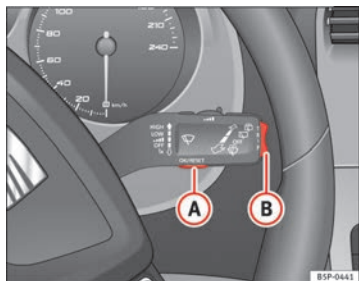
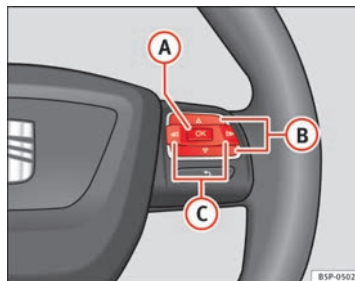

Fig. 45 Leva del tergicristallo: tasto A per la conferma del menu, tasto B per il passaggio ad un altro menu
Fig. 46 Comandi sul volante: tasto A per la conferma del menu, tasto B per il passaggio ad un altro menu
⇒ fig. 46 finché non appare sul display. In questo momento si è già nel menu.
- Per passare da una memoria all'altra, premere brevemente il tasto **[A]** ⇒ fig. 45 ⇒ pagina 70 ubicato sulla leva del tergicristallo oppure il tasto **[OK]** del volante multifunzione ⇒ fig. 46 ⇒ pagina 70 con il quadro acceso. ▶
Con l'indicatore multifunzioni si possono visualizzare numerosi dati agendo sul tasto **B** ⇒ fig. 45 ⇒ pagina 70 sulla leva del tergicristallo o il tasto **A** o **V** ⇒ fig. 46 del volante multifunzione*.